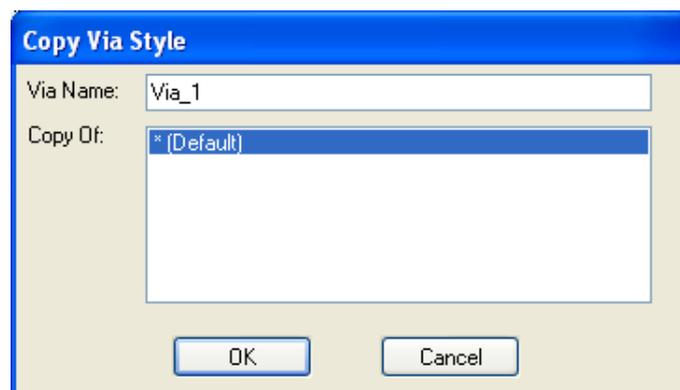

Рисунок 3.7 - Окно **Copy Via Style**
- Для формирования собственного стиля необходимо нажать кнопку **Copy**. Появится окно **Copy Via Style** (рис. 3.7). В поле **Via Name** задать имя **Via\_1**,
- Кнопка **Via Style** (см. рис. 3.7) предназначена для вызова диалогового окна команды **Options / Via Style**. При использовании автотрассировщика **PRO Route**, в отличие от **Quick Route**, поддерживаются не только простые стили контактных площадок и переходных отверстий, но и сложные, позволяющие выполнить подключение к внутренним слоям (см. разд. 3.3.1.).